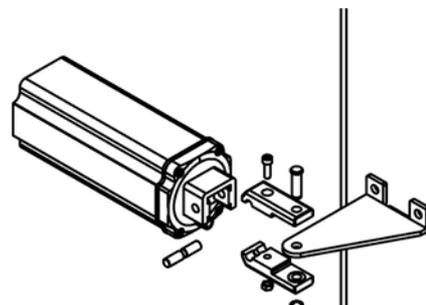

Abb. 3
2. Positionieren Sie den Bügel (Abb. 3) in der festgelegten Position am Torpfeiler und befestigen sie dort unlösbar.